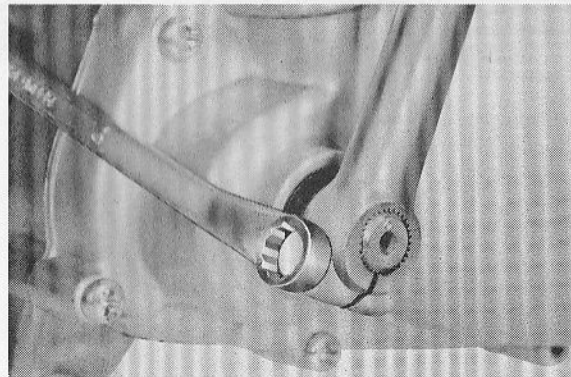

Fig. 3-2-6
- Remove kick crank securing bolt and kick crank. (Fig. 3-2-6)
Démonter le boulon de fixation de manivelle du démarreur à pédale et la manivelle elle-même. (Fig. 3-2-6)